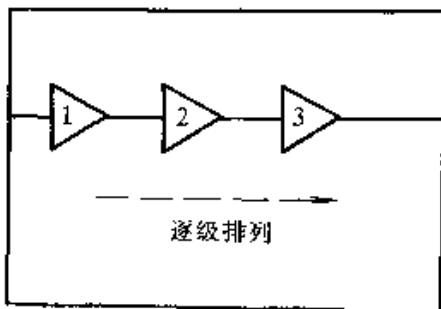

图 3-3
③ 多级电路应按信号流程逐级排列,如图 3-3 所示,不可互相交叉混合,以免引起有害耦合和互相干扰。